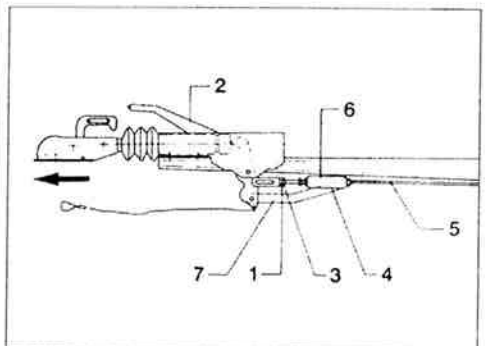
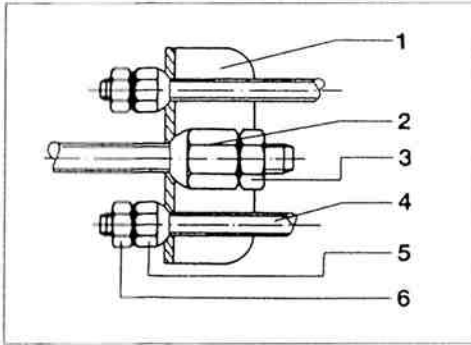
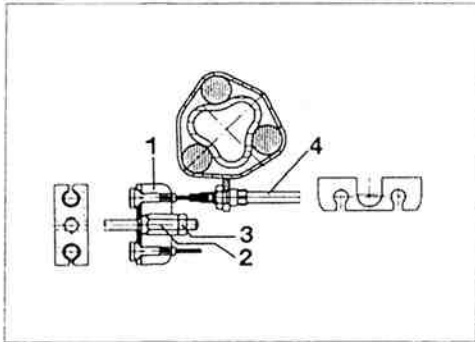
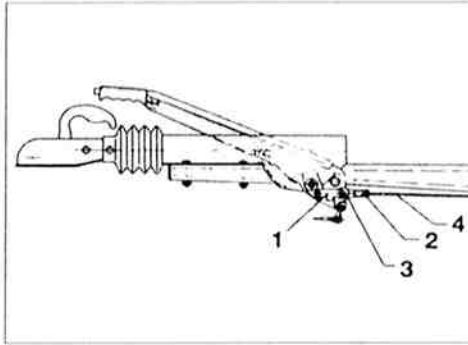

Bild 45
Bild 46
Bild 47
Bild 48
- \* Handbremsbügel (Bild 45, Pos. 7) und Federzylinder (Bild 45, Pos. 6) auf das Bremsgestänge auffädeln.
- \* Bremsgestänge am Gabelkopf (Bild 45, Pos. 1) eindrehen und mit Skt.-Mutter kontorn.
- \* **Bowdenzug verschraubt:** Bremsgestänge (Bild 45, Pos. 5) über das Ausgleichseisen (Bild 46, Pos. 1) mittels Kugelmutter (Bild 46, Pos. 2 und 5) mit den Bowdenzügen (Bild 46, Pos. 4) verschrauben. Mit Skt.-Mutter (Bild 46, Pos. 6) sichern.
Bowdenzüge (Bild 47, Pos. 4) im Ausgleichseisen (Bild 47, Pos. 1) einhängen. Bremsgestänge (Bild 45, Pos. 4) durch das Ausgleichseisen mittels Kugelmutter (Bild 47 Pos. 2) verschrauben. Mit Skt.-Mutter (Bild 47, Pos. 3) sichern.
- \* Kugelmutter M 10 (Bild 46, Pos. 2) am Bremsgestänge nachziehen, bis kein Spiel mehr in der Übertragungseinrichtung vorhanden ist. Prüfen, ob Räder freilaufen. Drehrichtung vorwärts beachten. Anschließend mit Skt.-Mutter M 10 (Bild 46, Pos. 3) sichern.
- \* Selbstsichernde Mutter soweit an den Federzylinder (Bild 45, Pos. 4) herandrehen, bis dieser max. 1 mm Spiel zwischen Bügel und Mutter hat.
- \* Bremsgestänge (Bild 48, Pos. 4) in den Gelenkkopf (Bild 48, Pos. 3) einschrauben und mit Skt.-Mutter M 10 (Bild 48, Pos. 2) kontorn.
- \* **Bowdenzug verschraubt:** Bremsgestänge (Bild 48, Pos. 4) über das Ausgleichseisen (Bild 46, Pos. 1) mittels Kugelmutter (Bild 46, Pos. 2 und 5) mit den Bowdenzügen (Bild 46, Pos. 4) verschrauben.
Bowdenzüge (Bild 47, Pos. 4) im Ausgleichseisen (Bild 47, Pos. 1) einhängen. Bremsgestänge (Bild 48, Pos. 4) durch das Ausgleichseisen mittels Kugelmutter (Bild 47, Pos. 2) verschrauben. Mit Skt.-Mutter (Bild 47, Pos. 3) sichern.